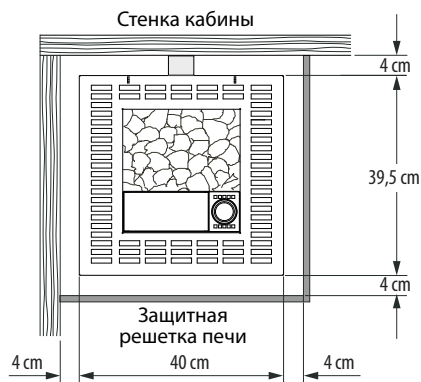

Рис. 2
- При установке печи сауны необходимо следить, чтобы горизонтальное расстояние (между боковыми сторонами) между печью и стенкой кабины составляло не менее 4 см (рис. 2).